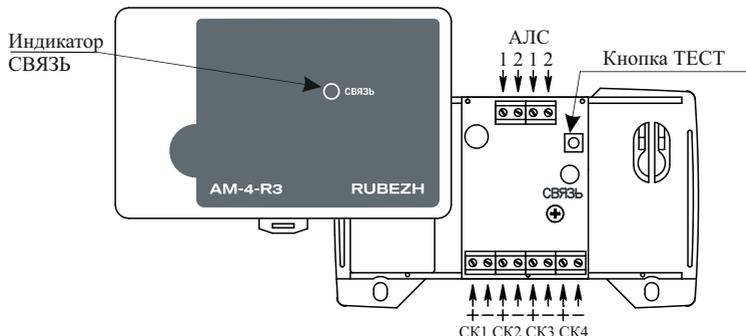

Рисунок 1 – Внешний вид крышки и основания с платой
- 4.2 Конструктивно адресная метка выполнена в пластмассовом корпусе (рисунок 1), внутри которого размещена плата с электронными компонентами, обеспечивающая обработку сигналов с линии Вх. СК. На плате установлены клеммные колодки для подключения адресной метки к АЛС и для подключения линий Вх. СК (СК1 – СК4).